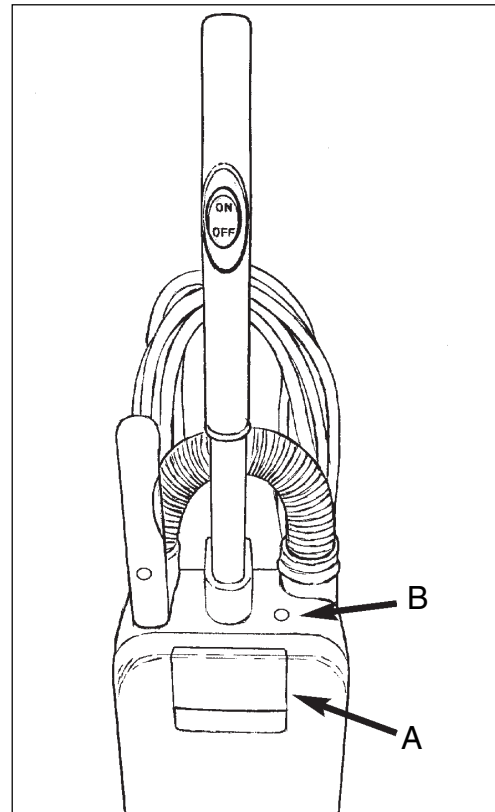

Figure 12
**Porte de collecteur de poussière** (Voir figure 12, élément A)
**Voyant lumineux d'aspiration** (Voir figure 12, élément B)